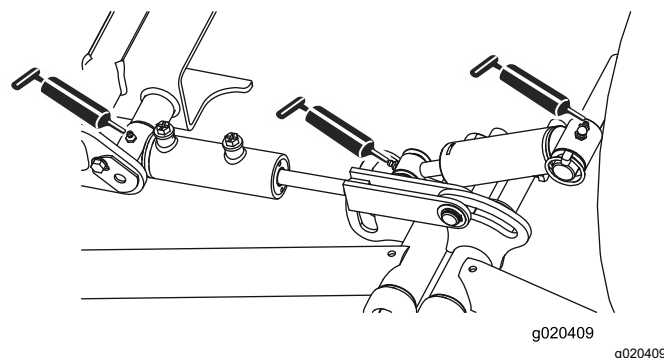

Рисунок 46
- Цилиндры поворота и подъема передних подъемных рычагов (3 шт.) (Рисунок 46)